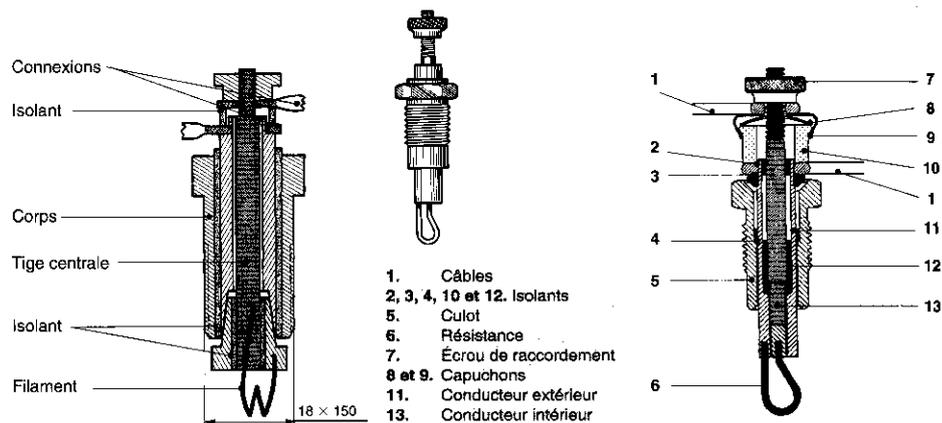

Fig.25
b) bougies bipolaires (fig.25)